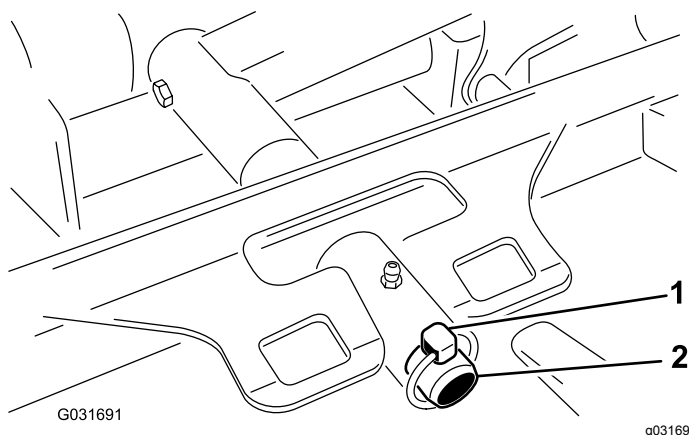

Figura 91
3. Togliete l'acciarino che fissa il telaio portante del piatto di taglio al perno di articolazione del braccio di sollevamento (Figura 91).
3. Fate scorrere il telaio portante del piatto di taglio sul perno orientabile del braccio di sollevamento e fissatelo con l'acciarino (Figura 91).